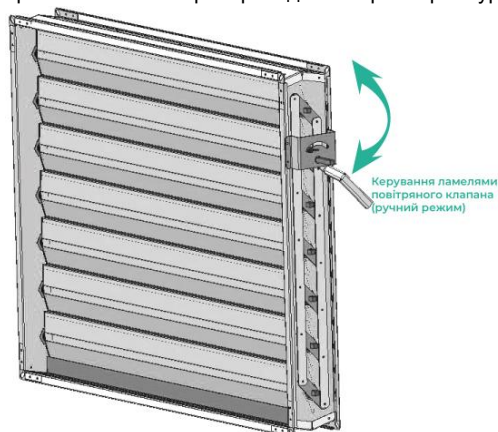

Рисунок 11
• У випадку механічного приводу повітряного клапану просто відкрийте його, натисканням на важіль. (Рисунок 11)